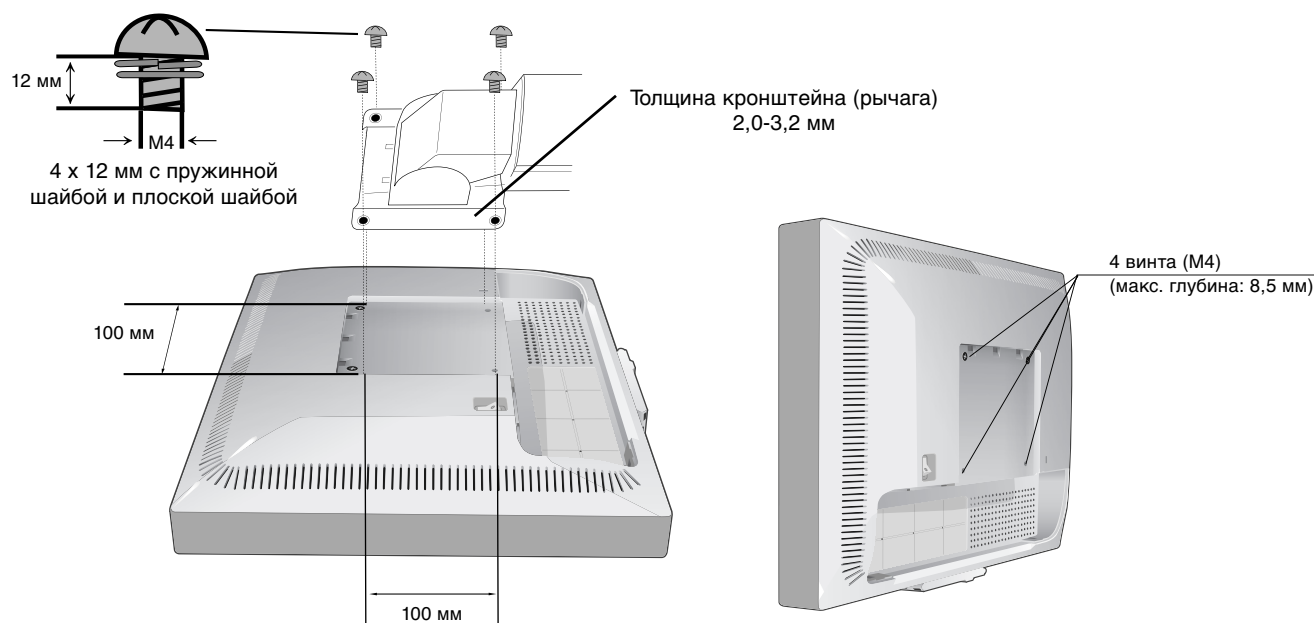

Рисунок F.1
2. Прикрепите кронштейн к монитору с помощью 4 винтов (**Рисунок F.1**).